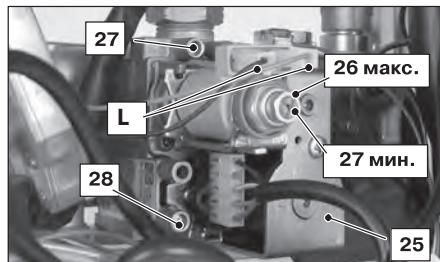

Рисунок 7.3
- Выключив котел (приведя его в нерабочее состояние), проверьте давление питания при помощи отвода 28 (см. Рисунок 7.3) и сравните считанное значение со значениями, приведенными в таблице «номинальное давление газа» в разделе «Технические характеристики» на с. 21.
- Тщательно закройте отвод для замера давления 28 (см. Рисунок 7.3).
- Откройте отвод для замера давления 27 (Рисунок 7.3) и подсоедините манометр.
- Отсоедините один из двух проводов питания «С» модулирующего устройства 26. Внимательно следите за тем, чтобы не прикасаться к металлическим частям котла (см. Рисунок 7.3).
- Подключите провод питания «С» к модулирующему устройству (Рисунок 7.3).
- Закройте отвод для замера давления 27 (Рисунок 7.3).
ВАЖНО! Измерив давление газа, необходимо тщательно закрыть отводы, использованные для замера давления (28 и 27, Рисунок 7.3). После проведения всех операций по регулировке газа необходимо опломбировать регулировки клапана.
- Откройте отвод для замера давления 27 (Рисунок 7.3) и подключите манометр.